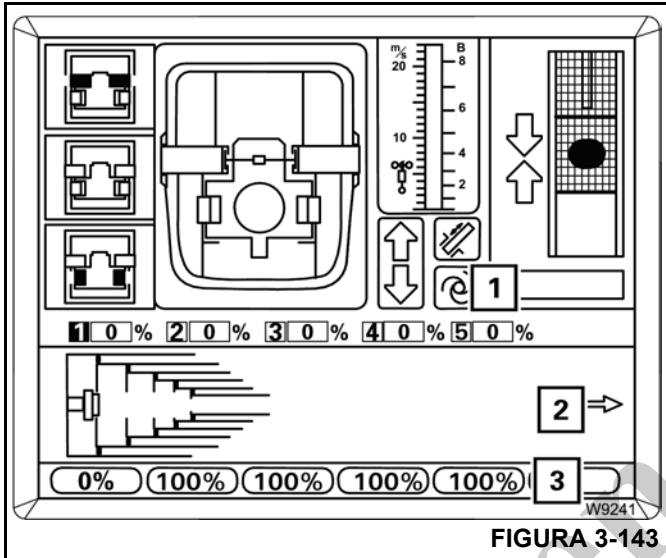

FIGURA 3-143
Se os valores de ajuste inseridos não forem permitidos, os valores no mostrador (3) (Figura 3-143) se tornam vermelhos. A teleautomação permanece desligada.